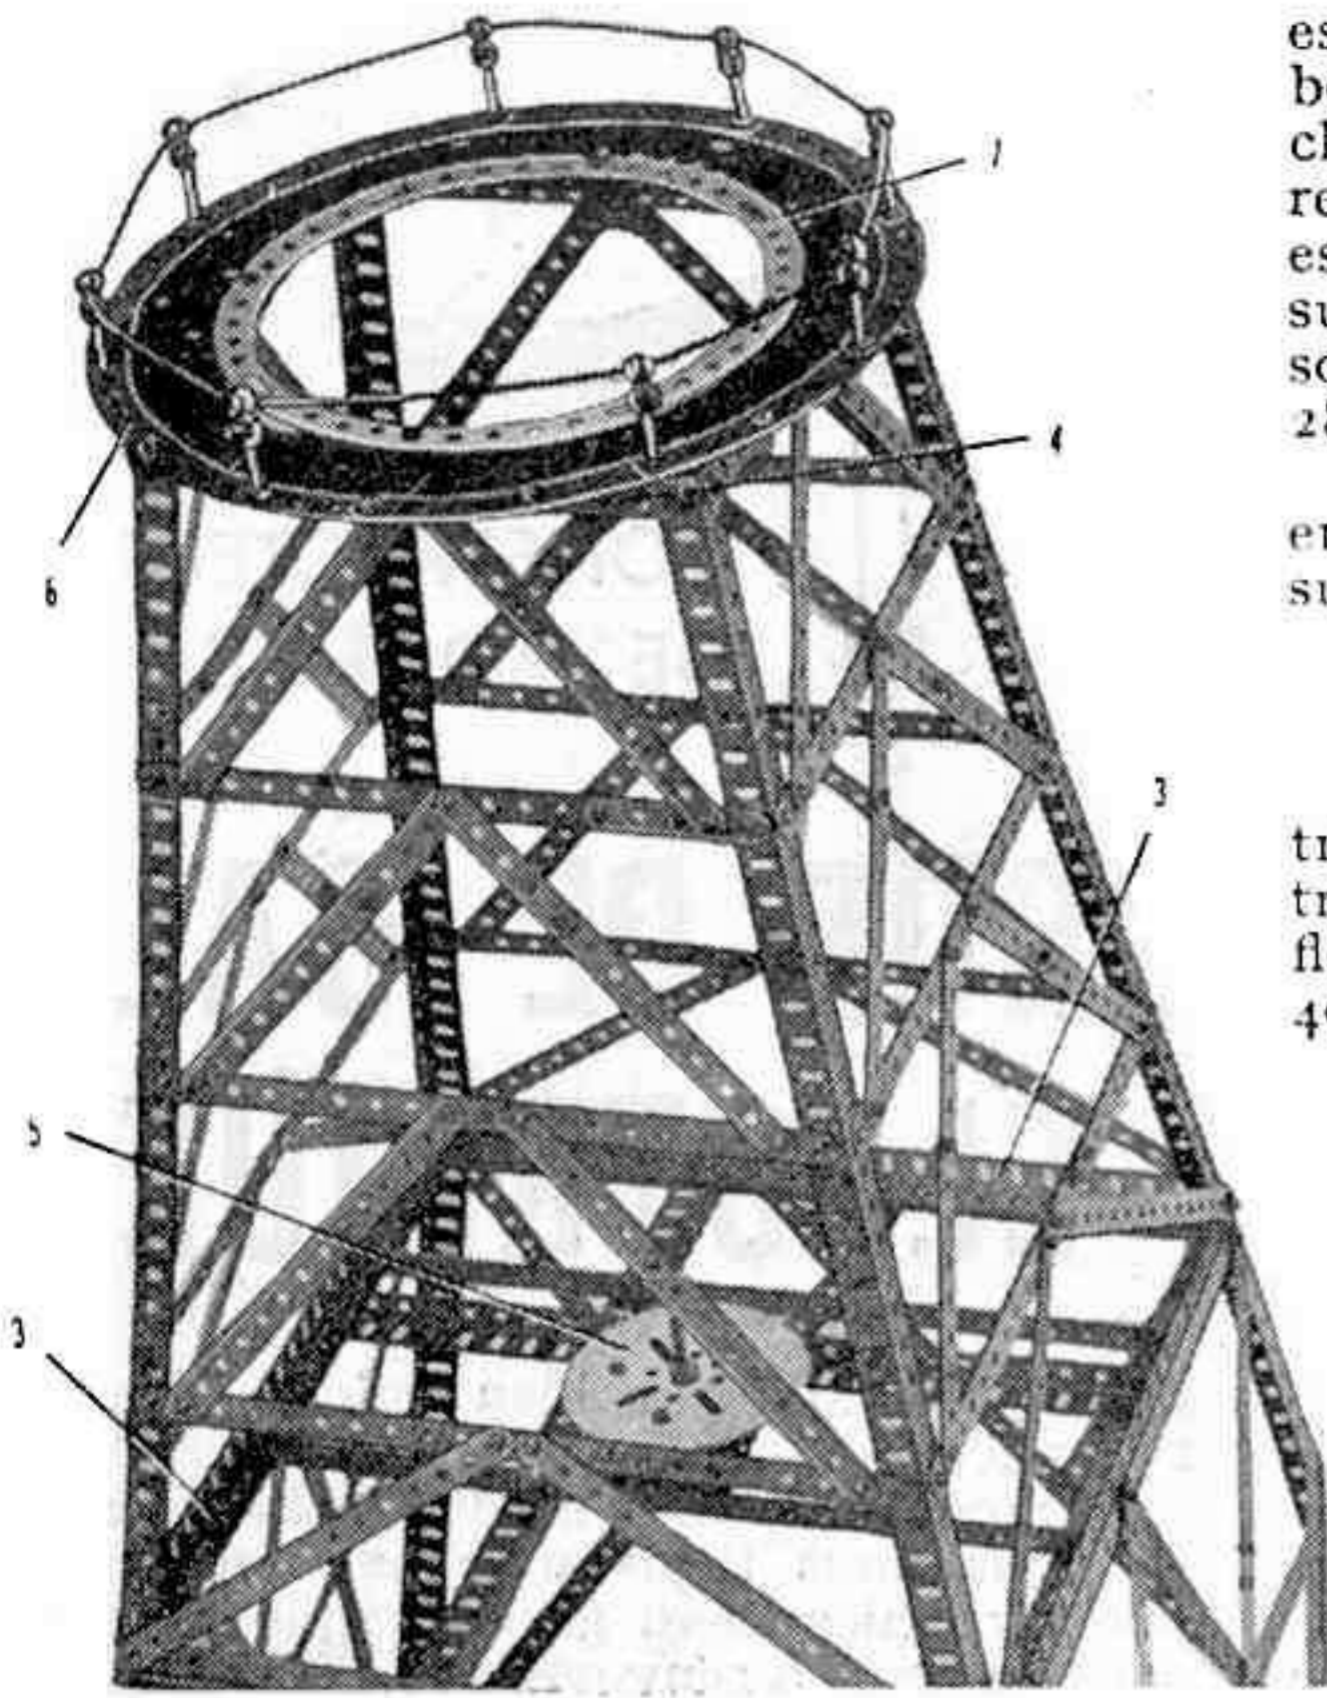

Fig. 2.
La plate-forme qui est construite au sommet de la tour (fig. 2) est formée de plaques flexibles de  $6 \times 4$  cm. tenues entre deux bandes circulaires. La bande circulaire extérieure (6) est composée de 9 bandes incurvées épaulées de 10 cm. La bande circulaire intérieure (7) de 18 cm. de diamètre